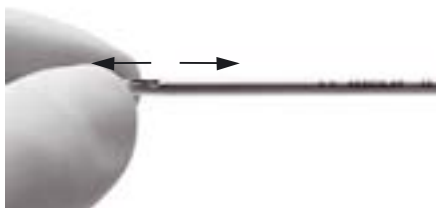

Rys. 2
- Odłączanie trzpienia 5 i uchwytu 2, patrz Rys. 2: